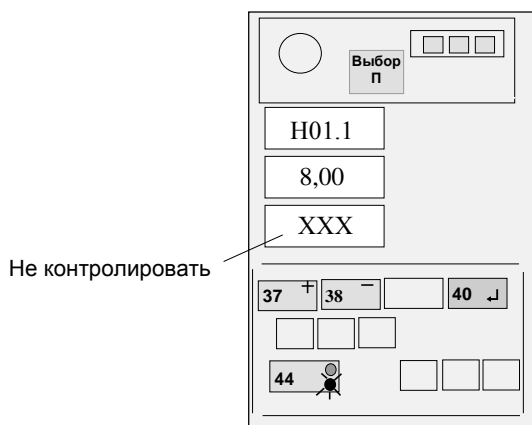

Рисунок 11
Нажимая кнопку 44, набрать на верхнем ИЖЦ код "Н01.1" (см. рисунок 11). Нажимая кнопки "+" (37) и "-" (38), набрать на среднем ИЖЦ значение максимального вылета (длины стрелы для АДМ-1) для данного типа крана. Если удерживать кнопку в нажатом состоянии более 5 с, то изменение числа происходит автоматически.